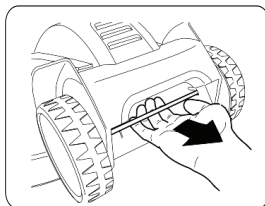

Рис. 8
8. Отрегулируйте высоту колес через ось (Рис. 8).